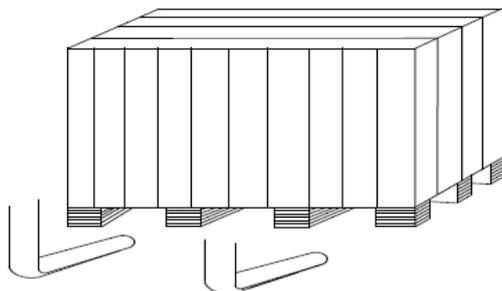

Figure 3
4.1.1Après être sûr que l'ensemble des mesures préconisées de votre équilibreuse a été respecté, vous pouvez transporter l'équilibreuse sur le site d'installation (fig3). Le choix de l'installation doit se conformer aux exigences suivantes. La température ambiante est de 0 °C -50 °C et l'humidité relative $\leq 85\%$. Et le site d'installation comme indiqué dans Fig3.